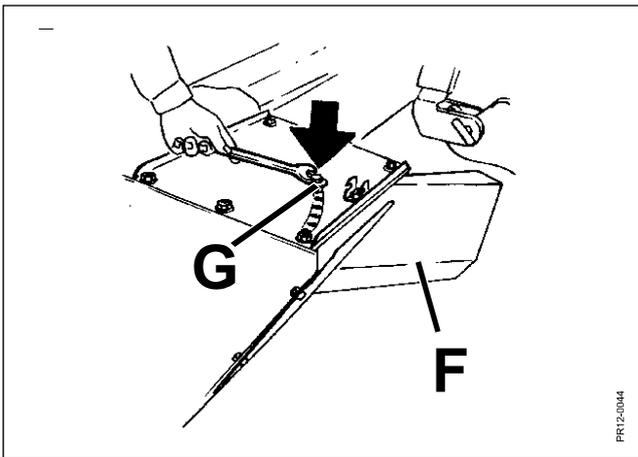

Fig. 3-24
**Fig. 3-24** Die Breite des Schwades ist einstellbar durch Drehen der Schwadbleche **F**. Die Bolzen **G** auf der Oberplatte lösen und die Bleche nach außen oder nach innen rücken.